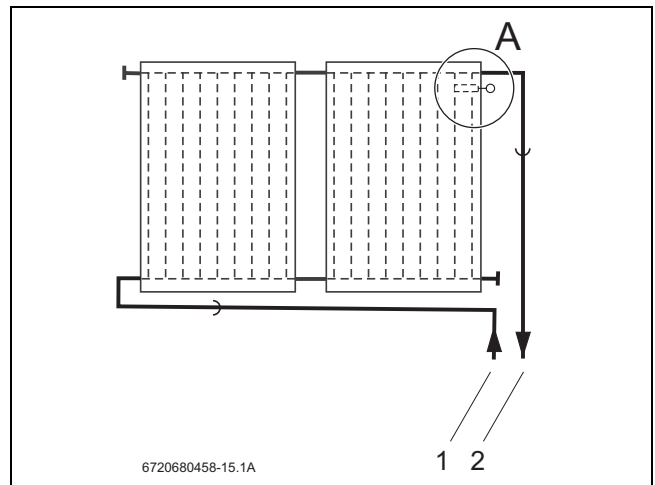

Fig. 45 Punto de montaje de la sonda del captador (representación esquemática)
La sonda del captador se suministra con el controlador solar. Tenga en cuenta el lugar de instalación en el caso de montar una o dos filas de captadores en serie (Fig. 45, [1]).
La sonda del captador debe montarse en el captador con la tubería de impulsión conectada (Fig. 45, [2]).
- Lugar de instalación (Fig. 45, [A]) para sistemas de captadores unilaterais con tubería de impulsión a derecha.